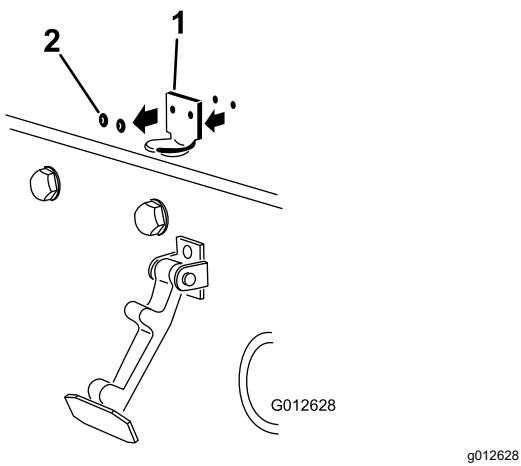

Figure 5
2. Retirez les (2) rivets qui fixent le support du verrou au capot (Figure 5). Enlevez le support du verrou du capot.
3. Alignez les trous de montage et positionnez le support de verrouillage CE et le support du verrou de capot sur le capot. Le support du verrou doit être appuyé contre le capot (Figure 5). Ne retirez pas le boulon et l'écrou du bras du support de verrouillage.